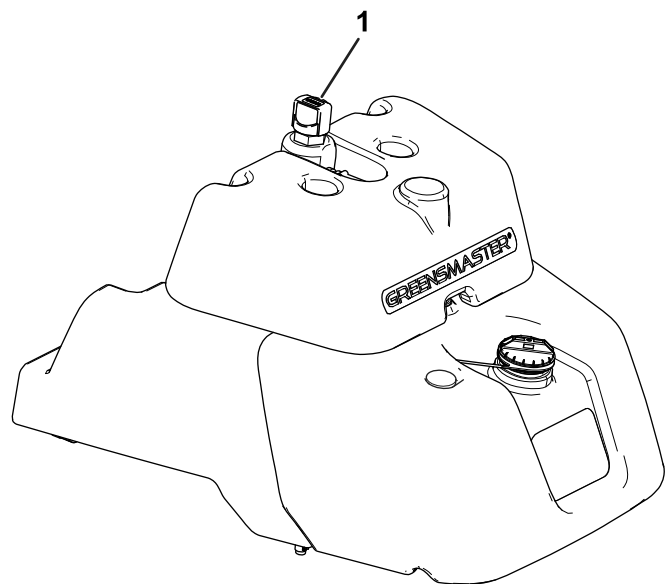

Figura 43
- Se il serbatoio non è dotato di un vetro spia, individuate l'asta di livello nella parte superiore del serbatoio idraulico principale (Figura 43) e procedete al passaggio 3.